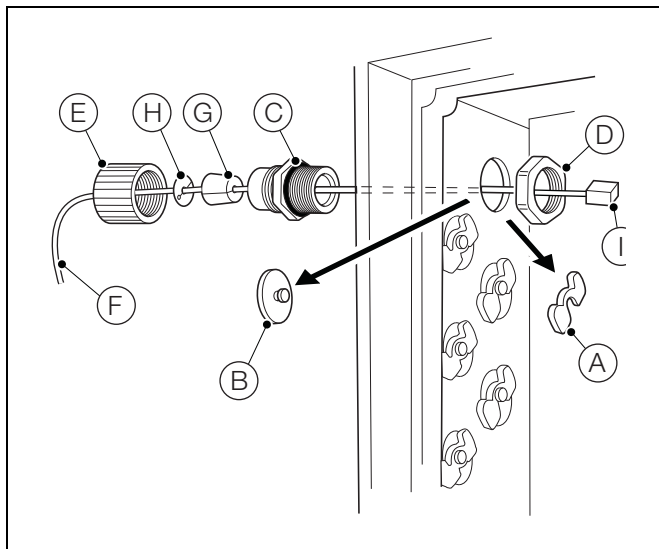
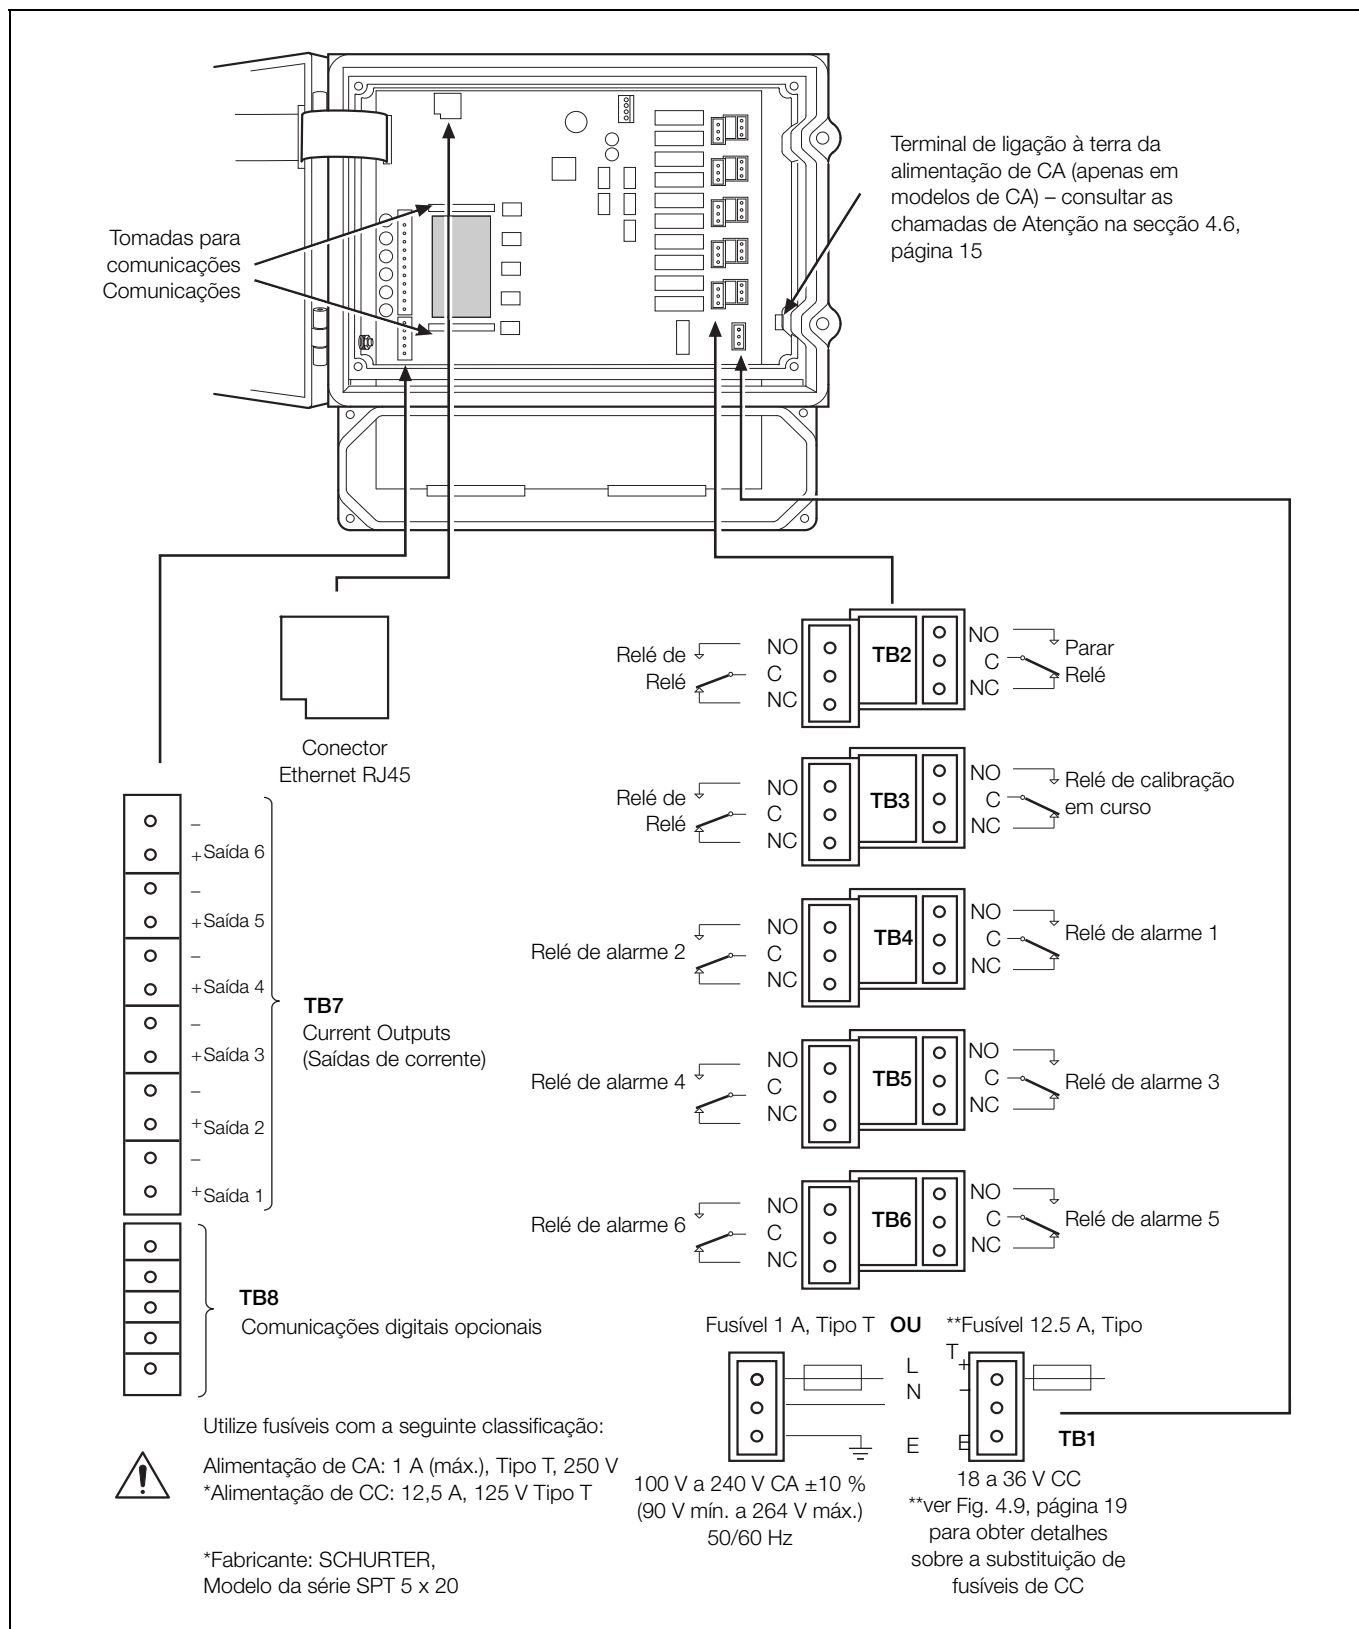

Fig. 4.6 Ligações Ethernet
Fig. 4.7 Perspetiva geral das ligações
- Certifique-se de que os fusíveis utilizados são os corretos – Fig. 4.7, página 18 para informações acerca dos fusíveis.
- As etiquetas de ligação do quadro para os blocos terminais encontram-se identificadas na Fig. 4.7 na página 18.
7. Retire as fichas de ligação do bloco do terminal (J) e, utilizando uma chave de fendas, efetue as ligações a cada ficha. Certifique-se de que os fios estão ligados aos terminais corretos – ver Fig. 4.7, página 18.
9. Aperte o parafuso do buçim (H) de cada uma das ligações.
11. Quando fizer todas as ligações, volte a colocar a tampa transparente (C) e fixe-a utilizando os quatro parafusos (B). Feche a porta da secção eletrónica e fixe-a, apertando os dois parafusos da porta (A). $\frac{1}{4}$ de volta para a direita.
2. Tendo por referência a Fig. 4.6:
- a. Deslize o clipe de fixação (A) do bocal de supressão (B) e retire o bocal de supressão.
- b. Coloque o buçim (C) e prenda-o, utilizando o parafuso (D).
- c. Retire a tampa do buçim (E) e passe o cabo (F).
- d. Coloque a bucha de borracha (G) e a anilha (H) sobre o cabo.
- e. Passe o cabo através do buçim (C) e para dentro da caixa.
- f. Ligue o conector RJ45 (I) à tomada Ethernet RJ45 no quadro de aplicação (ver Fig. 4.7, página 18 para mais informações de localização) e aperte a porca do buçim (E).